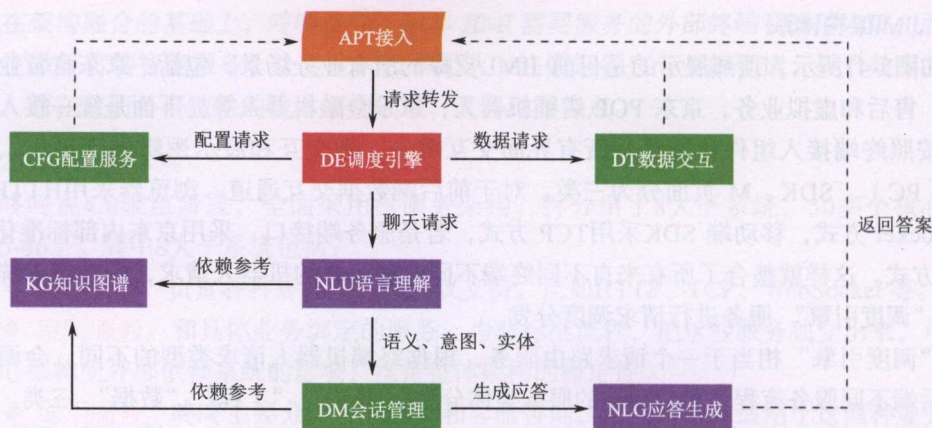

图5-48 JIMI 服务交互视图
- ◆ “工程”是系统的躯体，它负责在线问答请求各服务的内部流转，如图5-48所示的服务交互流程。